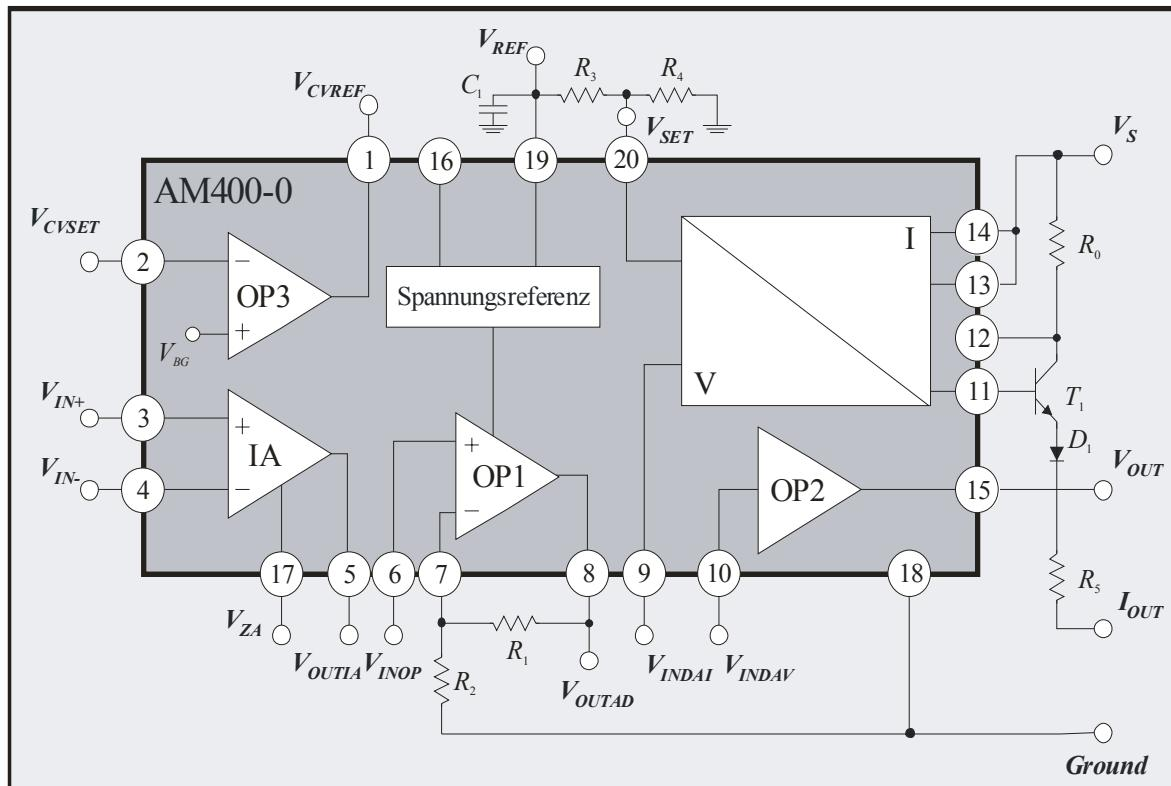

Abbildung 2: Blockschaltbild AM400 mit externen Bauelementen (3-Draht-Verschaltung für Stromausgang)
Der AM400 besteht aus mehreren modularen Funktionsblöcken, die durch externe Verknüpfungen zusammengeschaltet oder jeder für sich alleine betrieben werden können (siehe Abbildung 2). Sie sind in den elektrischen Spezifikationen separat beschrieben:
1. Zum Betrieb des AM400 muß **immer** die externe Kapazität C_1 (hochwertige Keramikkapazität) kontaktiert werden (vgl. Abbildung 2). Es ist zu beachten, daß der Wert der Kapazität auch über den Temperaturbereich nicht den Wertebereich in den Randbedingungen auf Seite 7 verläßt. Im 2-Draht-Betrieb ist zusätzlich die Keramikkapazität C_2 zu verwenden.